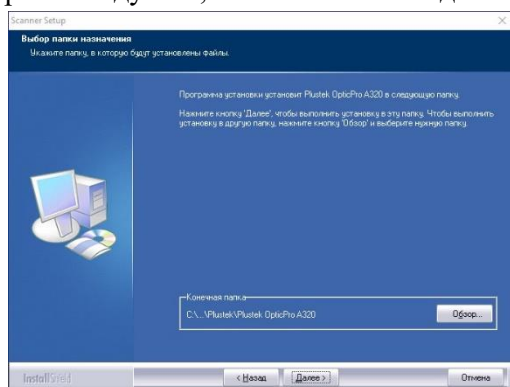

Рисунок 5.
3. Затем выбираем путь установки драйвера и нажимаем «Далее». (Не рекомендуется, без явной необходимости, изменять путь установки) (Рисунок 5)